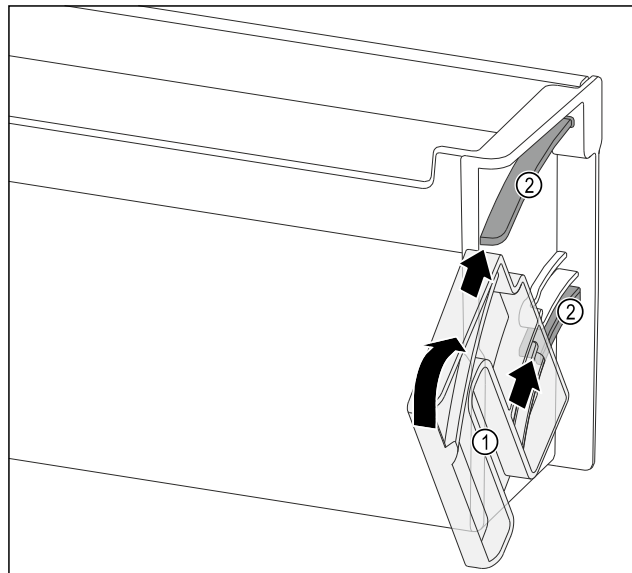

Fig. 100
- ▶ Позиционирайте завъртащото устройство Fig. 100 (1) така, че прорезите да са точно срещу направляващите канали Fig. 100 (2) на рафта на вратата.
- ▶ Завъртете завъртащото устройство Fig. 100 (1) в показаната посока.